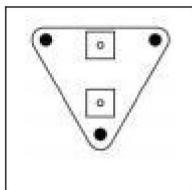

Fig. 1.
- 1). Utilisez les panneaux muraux (2) pour définir la position requise des ventilateurs. marquer trois trous de montage, percez trois trous dans les emplacements marqués. S'assurer votre zone de montage est structurellement solide et exempt de toute obstruction.Voir le(Fig.1.)